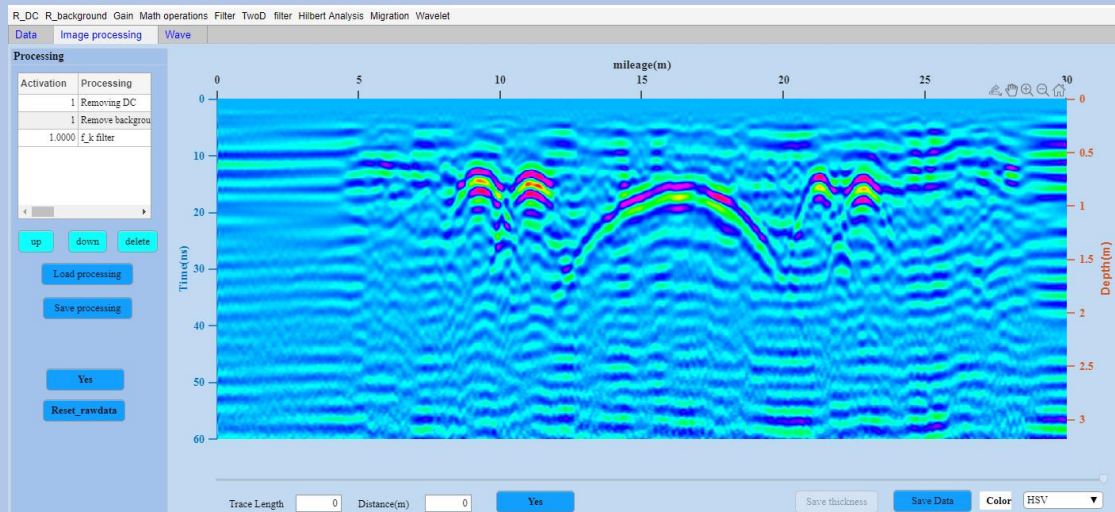

图 8-6 Case1 的处理结果
(5) 点击 `Yes`，完成数据处理，调整颜色获得如图 8-6 的处理结果